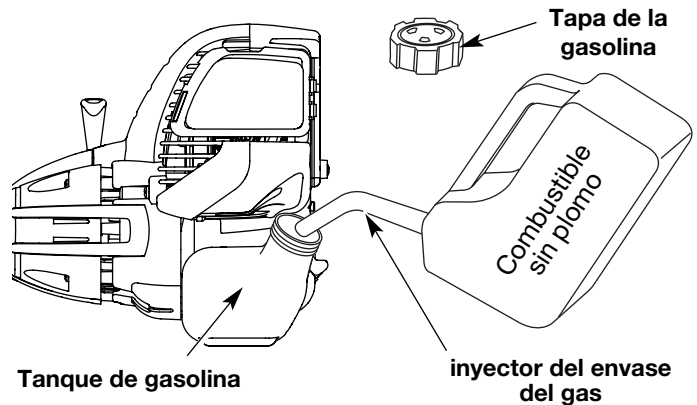

Fig. 8
- Saque la tapa de la gasolina (Fig. 8).